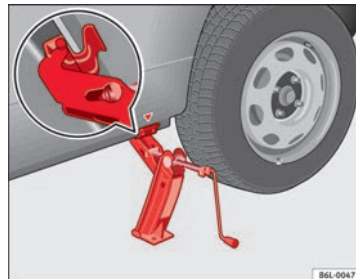

Fig. 138 Colocación del gato
- Posicione el gato de modo que su garra envuelva el nervio del larguero inferior y que la placa base móvil se apoye plana sobre el suelo ⇒ fig. 138.